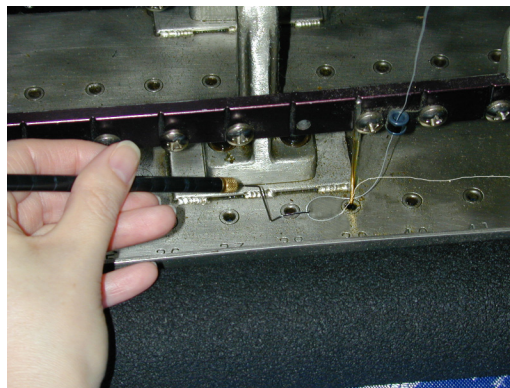

Figura 9.10 Passando Linha Utilizando o Passafio
- 3 Insira gancho passafio no orifício da agulha da esquerda para a direita. (Veja a Figura 9.10, "Passando linha na agulha usando o passafio.")